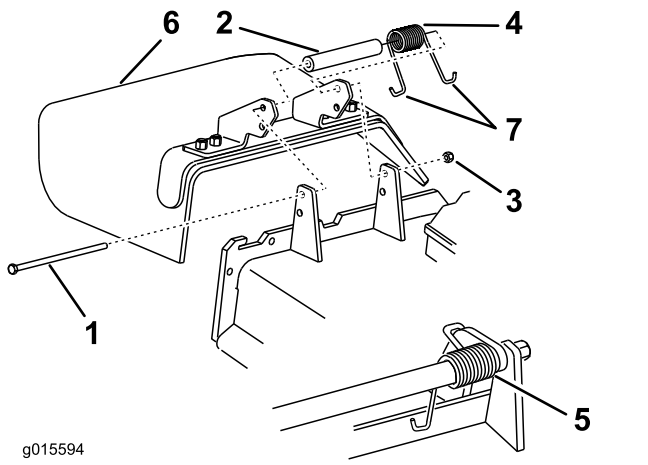

Figure 102
1. Retirez le contre-écrou, le boulon, le ressort et l'entretoise qui fixent le déflecteur aux supports de pivot (Figure 102). Déposez le déflecteur d'herbe s'il est endommagé ou usé.
Remarque: Prenez soin de placer une extrémité en **J** du ressort derrière le bord du tablier avant de mettre le boulon en place, comme illustré à la Figure 102.
3. Remettez le boulon et l'écrou en place. Accrochez l'extrémité en **J** du ressort au déflecteur d'herbe (Figure 102).